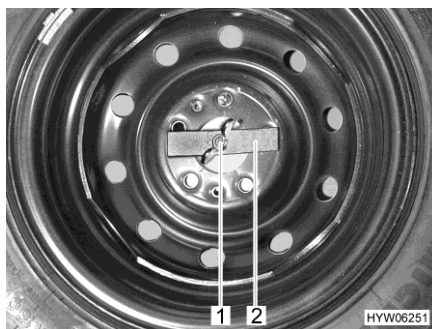

Fig. 209 Ruota di scorta nel gavone di coda
- Svitare manualmente il dado ad alette (Fig. 209,1) e rimuoverlo.
- Rimuovere la barretta di compressione (Fig. 209,2).